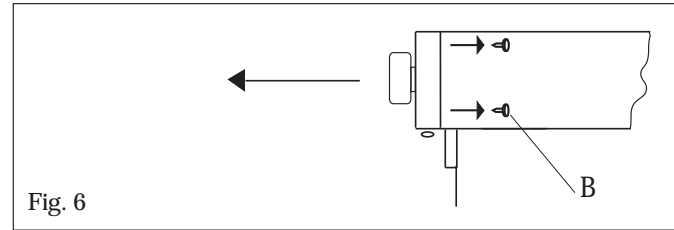

Fig. 6
- Als u ook het bedieningspaneel wilt verwijderen hoeft u alleen maar de 4 schroeven B aan de binnenkant, waarmee het paneel aan de voorkant van de oven is bevestigd, los te draaien (Fig.6).